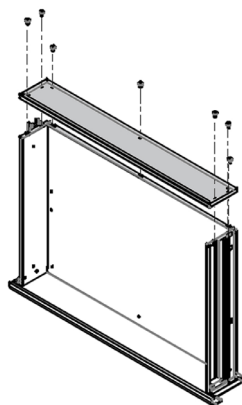

Figure 10
18. Fixez le panneau arrière (n° 14-5) aux panneaux latéraux et à celui du fond à l'aide de vis M4 x 10 (fig. 10).